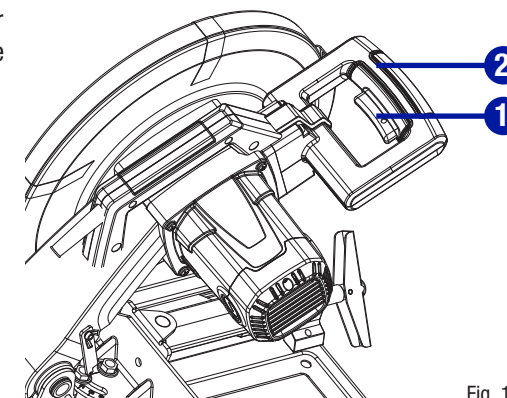

Fig. 14
**INTERRUPTEUR MARCHE/ARRÊT (Fig. 14)**
- Pour mettre la tronçonneuse en marche, appuyez sur l'interrupteur MARCHE/ARRÊT (1) situé sur la poignée en D (2) du bras de la machine.